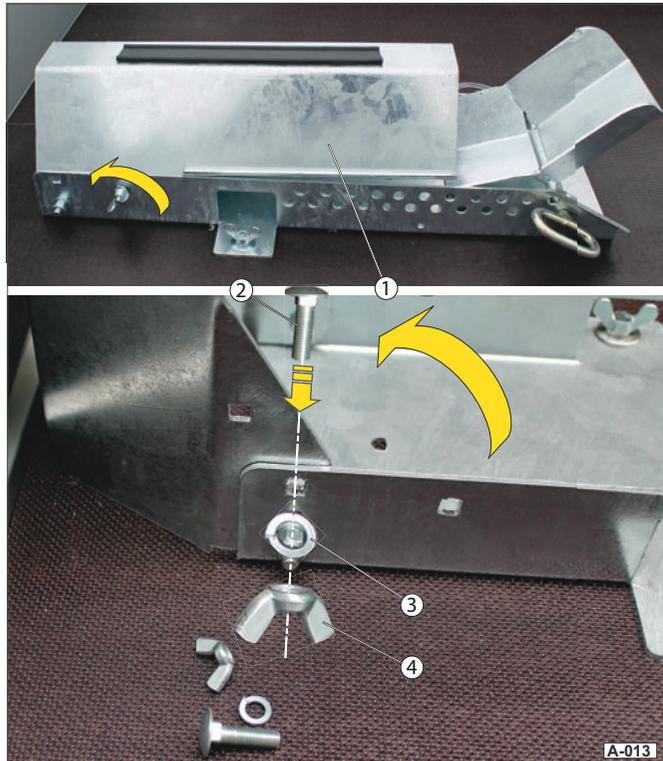

Abb. 13 Motorradständer aufklappen
- ▶ Lösen Sie die Schraubverbindungen (Flügelmutter (Abb. 13/4)) rechts / links.
- ▶ Klappen Sie das Abschlussblech (Abb. 13/1) nach oben.
- ▶ Stecken Sie die Flachrundschrauben (Abb. 13/2) von innen ein.